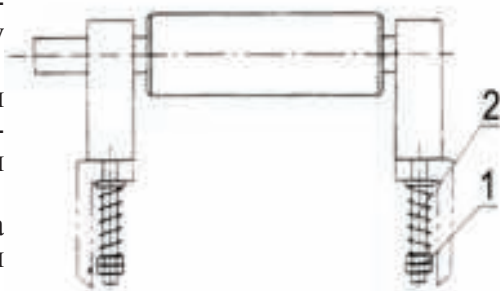

рис. 24
8.4 В случае затруднённой подачи заготовки или ухудшения качества обработки при операции рейсмусования необходимо при помощи гаек 1 (рис. 24) отрегулировать усилие четырёх пружин 2, расположенных на стойках стола для рейсмусования.